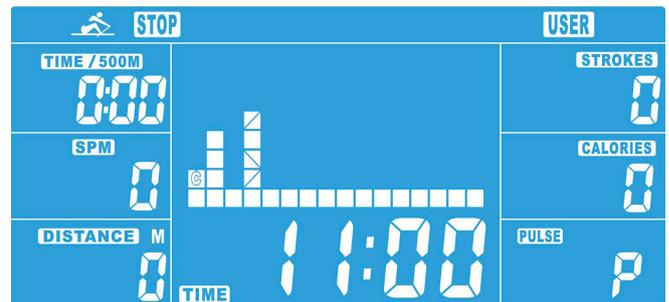

Abbildung 16
3. Drücken Sie UP oder DOWN, um TIME einzustellen (Abb. 16). Bestätigen Sie mit ENTER.